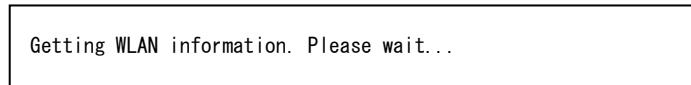

図 10-6 無線LAN情報取得中メッセージ
- ④ 無線LAN情報の印字が開始するまでには15～30秒程かかります。その間、図 10-6の情報取得中のメッセージが印字されますので、そのままお待ちください。